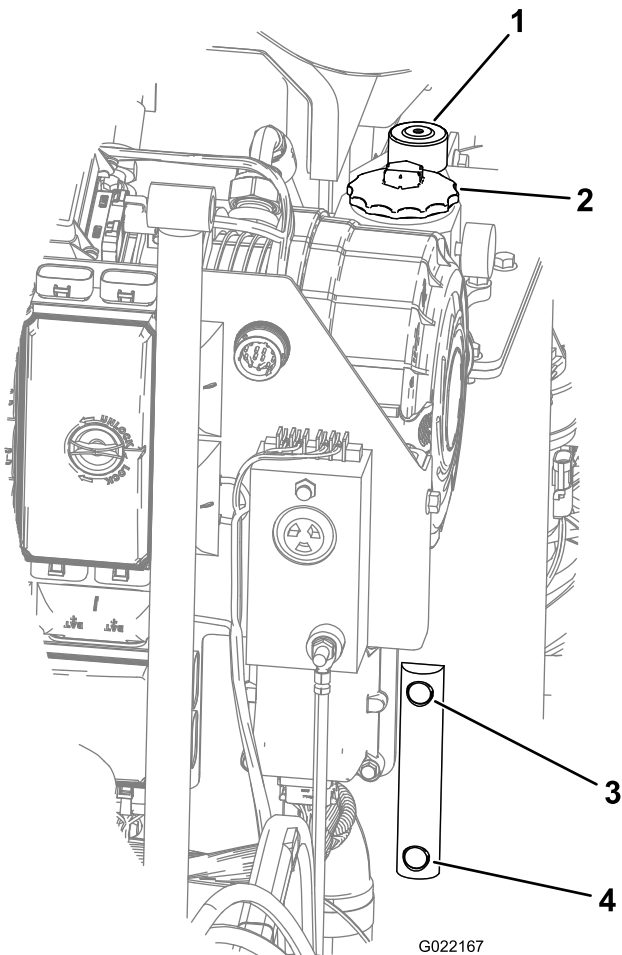

Figura 146
3. Observe la mirilla del depósito de aceite hidráulico y compruebe el nivel de aceite (Figura 146).
4. Si el nivel es bajo, abra el tapón del depósito de fluido hidráulico y añada fluido del tipo correcto hasta que llegue a la marca de Lleno de la mirilla (Figura 146).